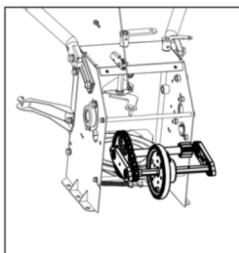

Рис. 30
5. Посадите узел фрикционного колеса обратно на шестигранный вал и соберите компоненты в обратном порядке (рис. 30).